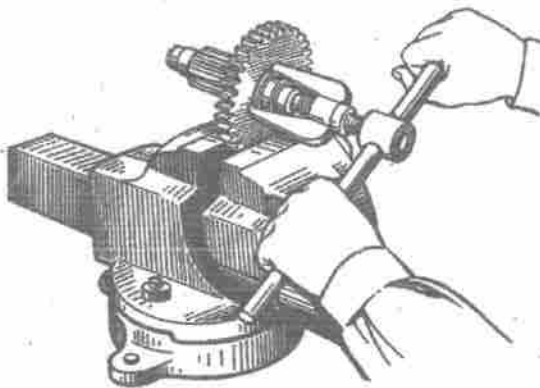

Bild 126. Abziehen des inneren Lauf rings des Rollenlagers der Vorgelegewelle
15. Gegebenenfalls Rollenlagerring der Vorgelegewelle abziehen (Bild 126).